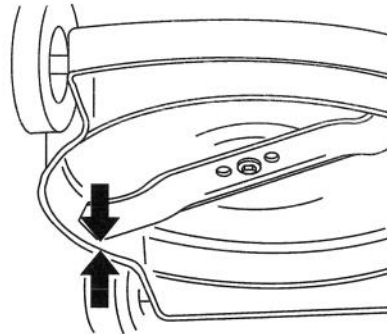

Figure 24
2. Mesurer la distance entre le bord inférieur du carter de la tondeuse et l'extrémité de la lame (Fig. 24). Faire tourner la lame à 180° et mesurer l'autre extrémité.